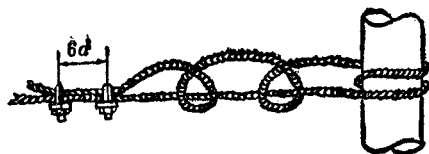

图 11 拴柱扣的连接法
(5) 拴柱扣：又叫倒扒扣，这种绳扣的连接很简单，常用来系柱子和锚桩，见图 11。